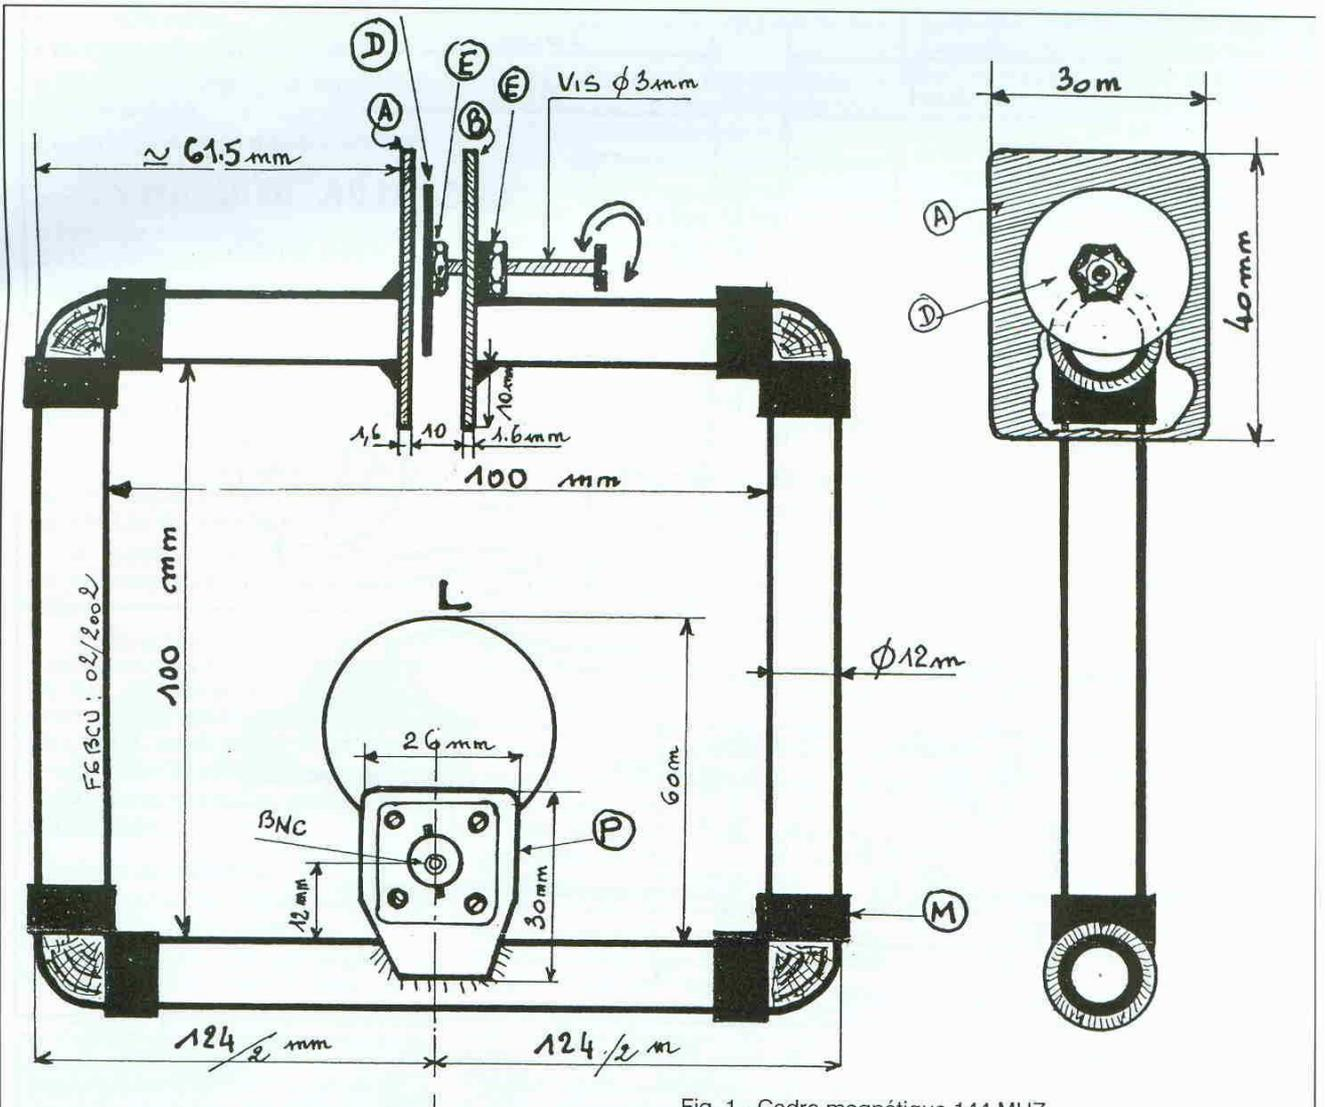

Fig. 1 - Cadre magnétique 144 MHz
- Détail des composants du cadre magnétique figure 1 :**